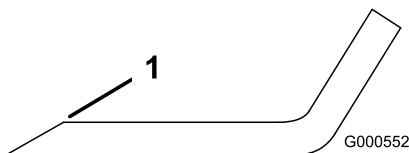

Figure 46
- Au moyen d'une lime, aiguissez les tranchants aux deux extrémités de la lame (Figure 46).
Remarque: Si la lame est déséquilibrée, limez un peu l'extrémité de la partie relevée seulement (Figure 46).